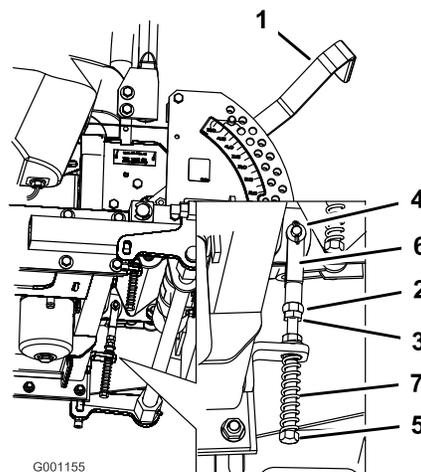

Figura 70
8. Si es necesario un ajuste, afloje la tuerca y la contratuerca contra la horquilla (Figura 70).
9. Aplique una ligera presión hacia atrás en la palanca de control de movimiento, gire la cabeza del perno de ajuste en el sentido apropiado hasta que la palanca de control esté centrada en posición de bloqueo/punto muerto (Figura 70).
10. Apriete la tuerca y la contratuerca (Figura 70).